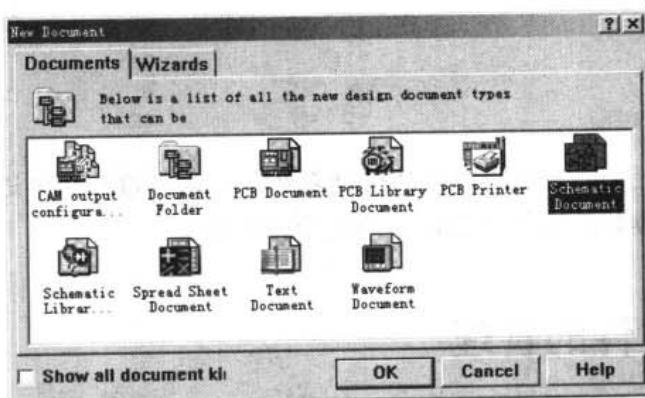

图 4-2 New Document (新建文档) 对话框
- (1) 打开 Documents 文件夹，使其处于活动状态。
- (2) 执行菜单命令 File|New，系统弹出图 4-2 所示的 New Document（新建文档）对话框，单击 Schematic Document（原理图文档），然后单击 OK 按钮确认选择。